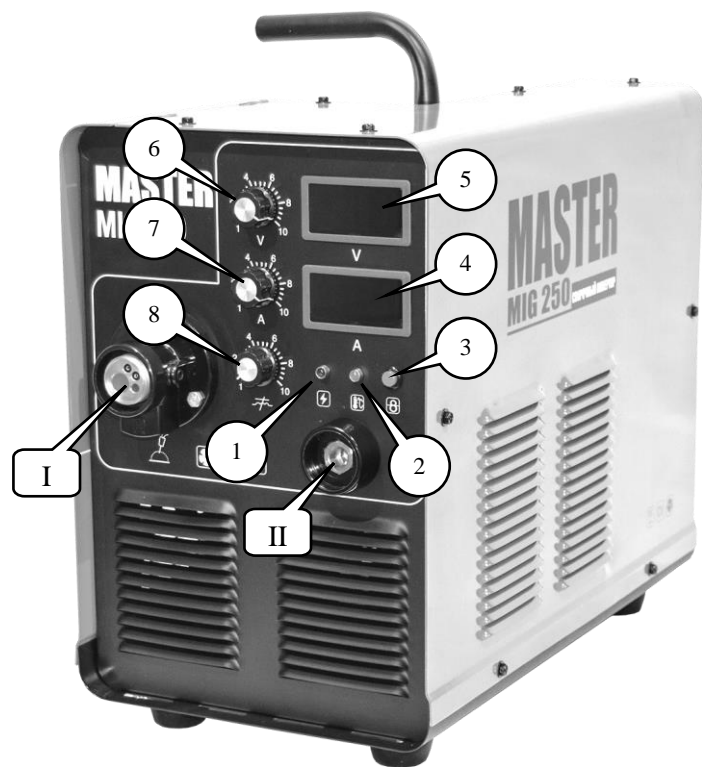

Рис. 1. Расположение органов управления и индикации.
- Подключить сварочную горелку к евроадаптеру I (Рис. 1) сварочного аппарата.